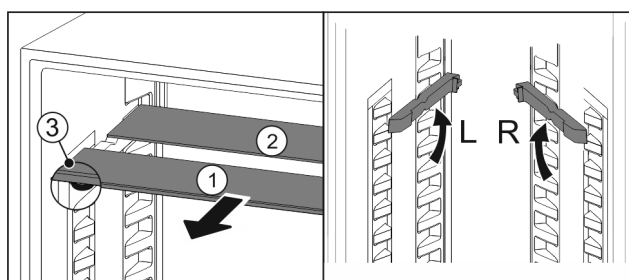

Fig. 115
- Glasplaten afzonderlijk vanaf de voorkant eruit trekken Fig. 115 (1).
- Glasplaat Fig. 115 (1) met sierlijst ligt voor.
- Stops Fig. 115 (3) zijn naar onder gericht.